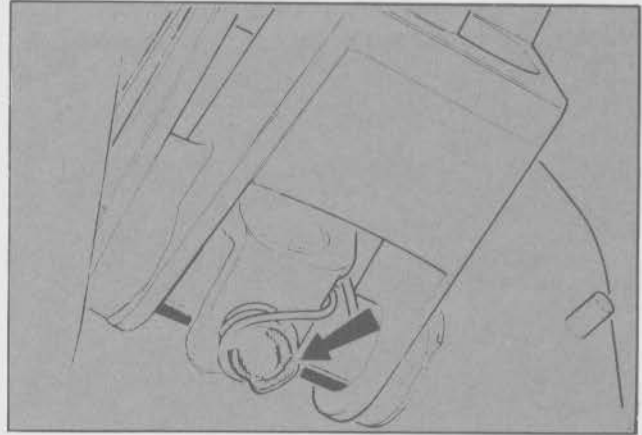

Fig. 140 - Seguro del perno de vinculación
- Extraer el seguro del perno de vinculación de la Palanca selectora con el eje del brazo inferior de la misma (Fig. 140).
Alinear correctamente el muelle transversal con el centro del perno, presionar hacia dentro y montar el segundo buje. Sujetar el conjunto con el retén elástico (Fig. 140).